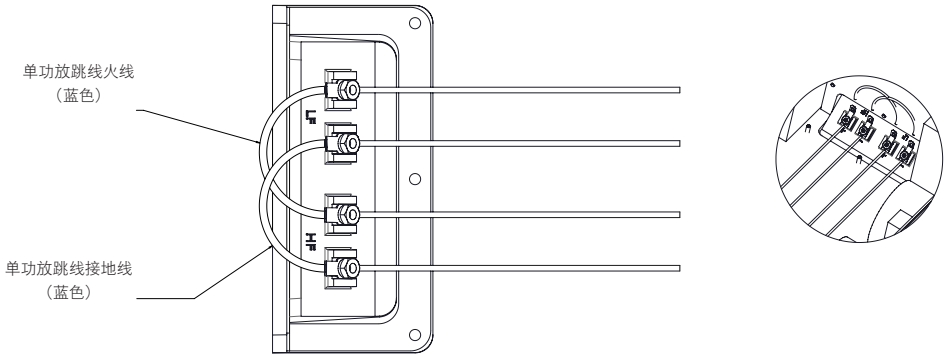

图 10
4. 安装采用双线或双功放连接的扬声器之前，请先卸下两个蓝色的跳线，它们分别是双功放跳线火线和双功放跳线接地线（见图 10）。蓝色跳线位于机背盒内部的端子护盖上。线缆连接在连接器上，夹紧线缆下方的跳线连接器以松开连接器锁。如未能松开，可向后滑动塑料按钮至线缆，用圆珠笔或小工具按下连接器锁的控制杆，同时轻轻拉动线缆。